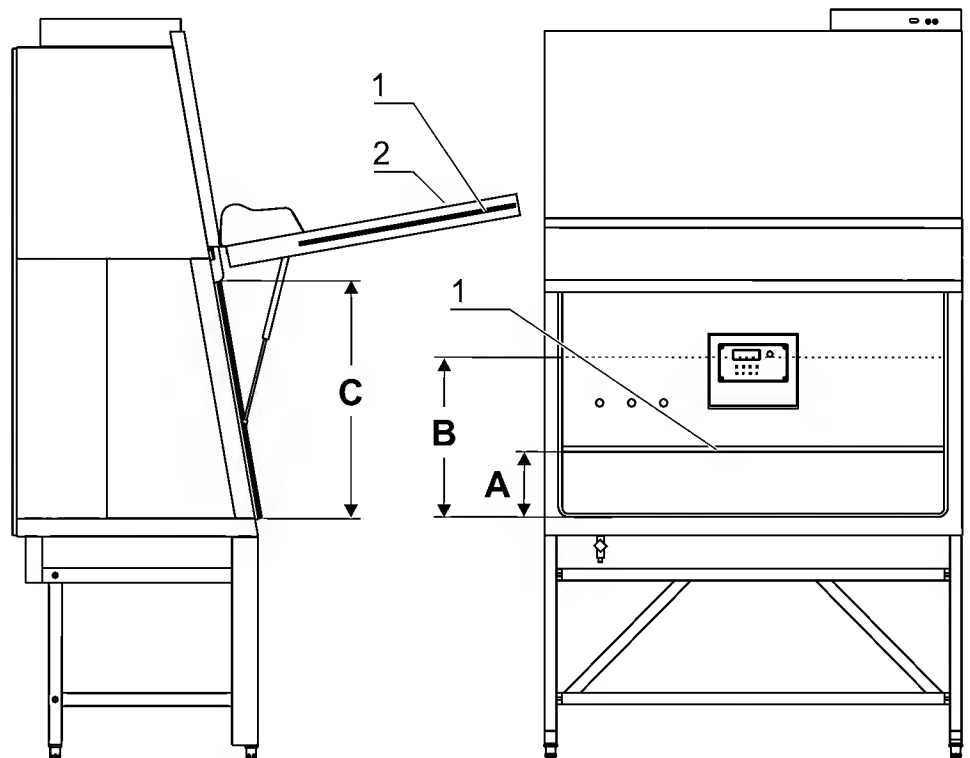

Fig. 7
- **Fig. 7:** Il portello frontale ad apertura manuale [2] permette l'accesso sull'intera larghezza della camera dei campioni con un'altezza di apertura **C**. Di solito esso viene aperto per la decontaminazione e per la predisposizione di mezzi ausiliari con grande volume.